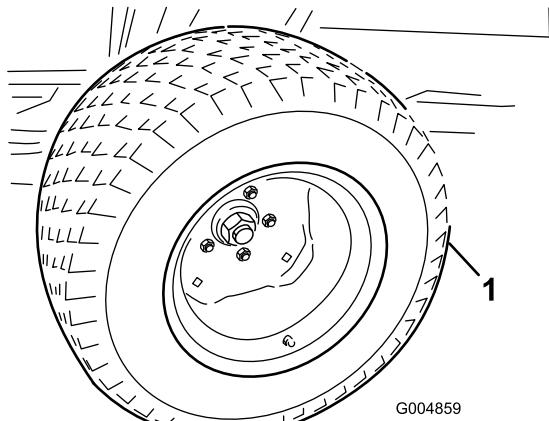

Figure 79
27. Montez les roues d'été avec 2 écrous par roue (Figure 79).